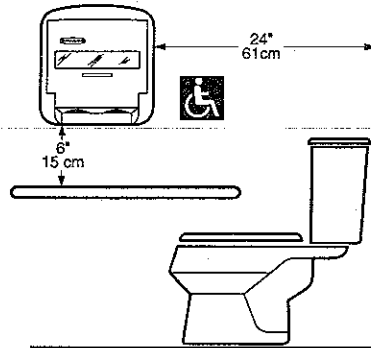

Figure 2
1. Placez la boîte distributrice sur la paroi du compartiment tel qu'illustré à la Figure 1. Dans un compartiment pour personnes handicapées, placez la boîte tel qu'illustré à la Figure 2.